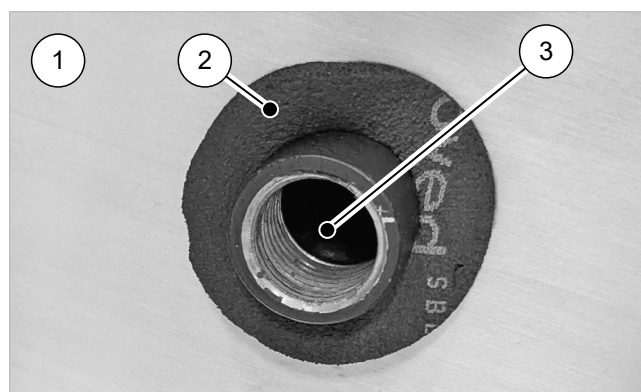

Fig. 15: Roseta colocada en el paso del tubo de conexión
1. En primer lugar, saca las rosetas incluidas del paquete de montaje y retira la lámina protectora de la cara adhesiva. Coloca las rosetas alrededor de los tubos que van del acumulador al módulo de carga y pégalas (véase → fig. 15).